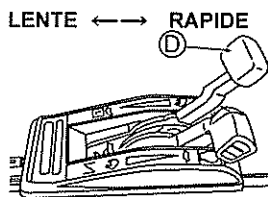

Fig. 18.
5 Ajustez la vitesse de tonte avec le Levier de changement de vitesse (D). (Voir Fig. 18.)